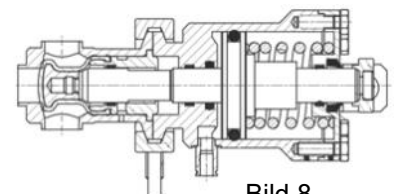

Bild 8
- Pneumatische Betätigung (Bild 8)